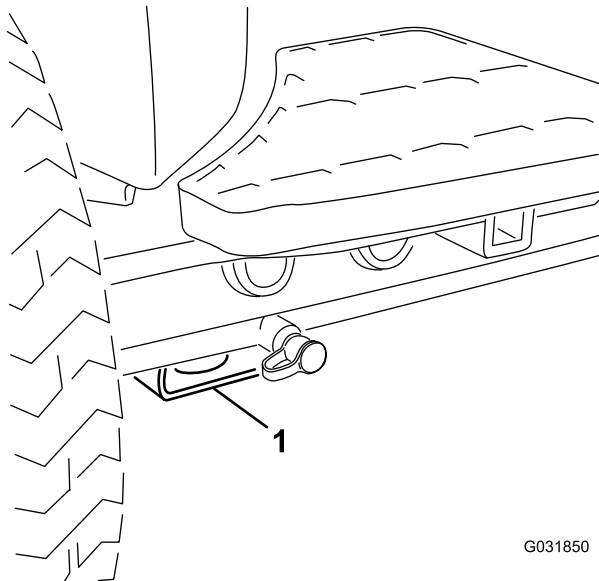

Bild 26
- **Vorderseite der Maschine:** Loch im rechteckigen Polster unter dem Achsenrohr in jedem Vorderreifen (Bild 26).